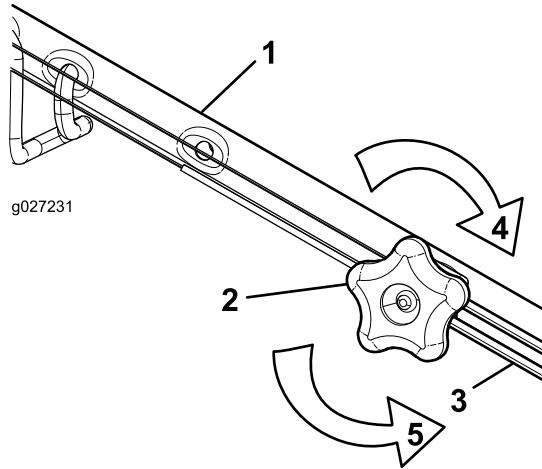

Figura 31
- Gire el pomo de ajuste en sentido antihorario para aflojar el cable (Figura 31).
- Ajuste la tensión del cable (Figura 31) tirando del mismo hacia atrás o empujándolo hacia adelante, y sujetelo en esa posición.